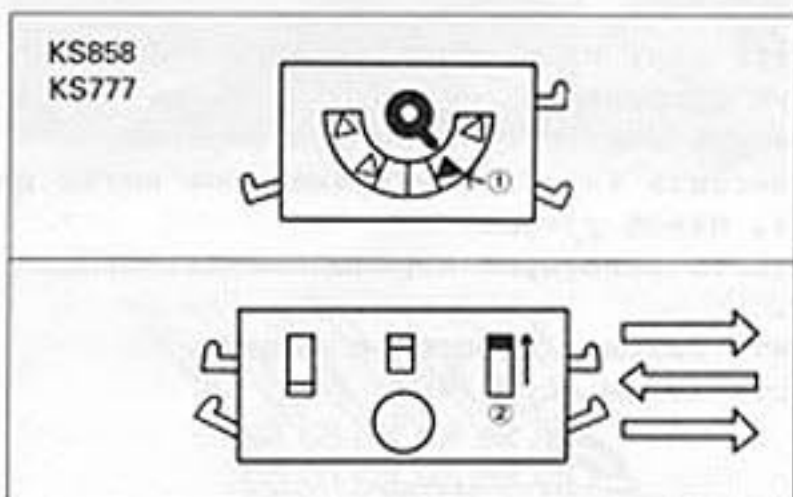

Рис. 7
7. Провязать 3 ряда, изменяя оба натяжения в соответствии с диаграммой на предыдущей странице. (Рис. 7)